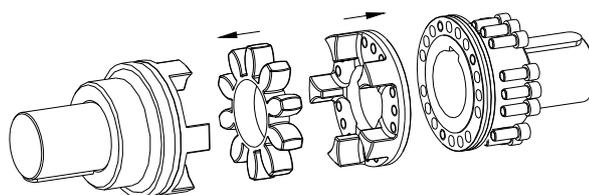

Figura 18: montaje de la estrella y brida
- Posicione la brida motriz en frente de la brida del acoplamiento (ver figura 18).
- Instale la estrella o elementos DZ dentro de las levas del mangón (ver figura 18).